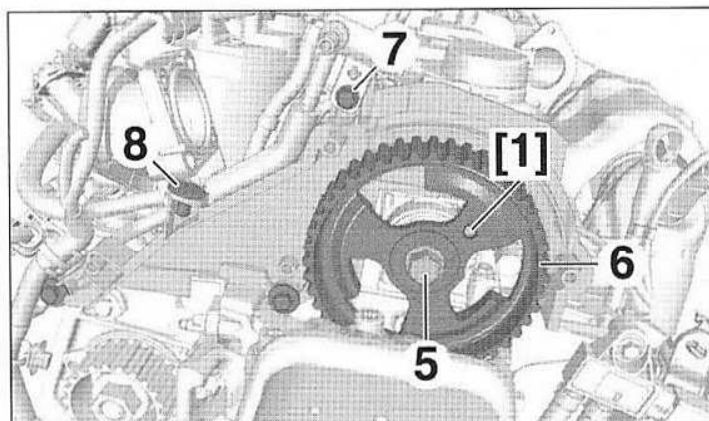

FIG.116
- les vis (2),
- l'atténuateur de bruit (3) avec le conduit d'air (4).
- Déposer l'outil [1] (Fig.116).
- Bloquer la roue dentée d'arbre à cames à l'aide de l'outil [2] et déposer la vis (5).
- la roue dentée d'arbre à cames (6),
- la vis (7),
- l'agrafe (8).